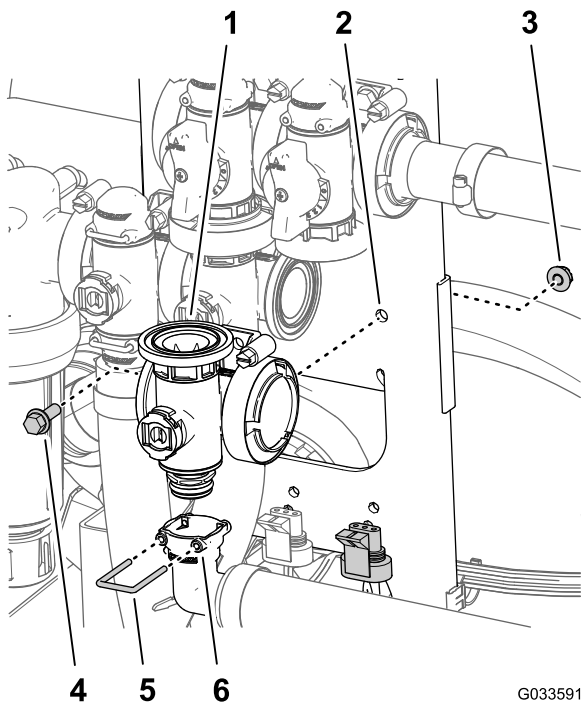

图 118
- 拆下将 90° 出口接头固定至主喷洒臂阀歧管连接头的卡环图 118。
- 卸下将主喷洒臂阀固定至阀安装座的凸缘头螺栓 $\frac{1}{4} \times \frac{3}{4}$ 英寸和凸缘锁紧螺母 $\frac{1}{4}$ 英寸然后从机器中拆下阀歧管图 118。